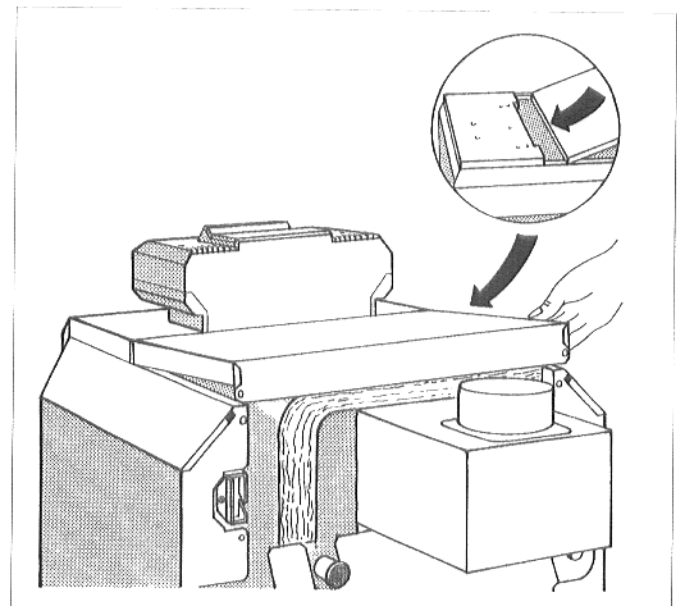

Abb. 22: Hintere Kesselhaube montieren
- Hintere Kesselhaube mit den Laschen unter die vordere Kesselhaube schieben und hinten nach unten drücken (Abb. 22).